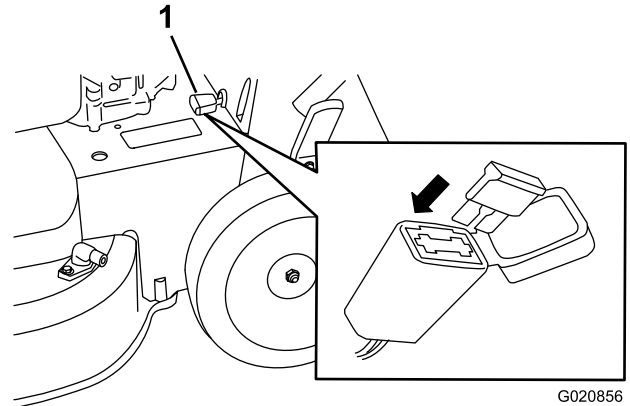

Figura 32
1. Abra o porta-fusíveis selado e substitua o fusível (Figura 32).